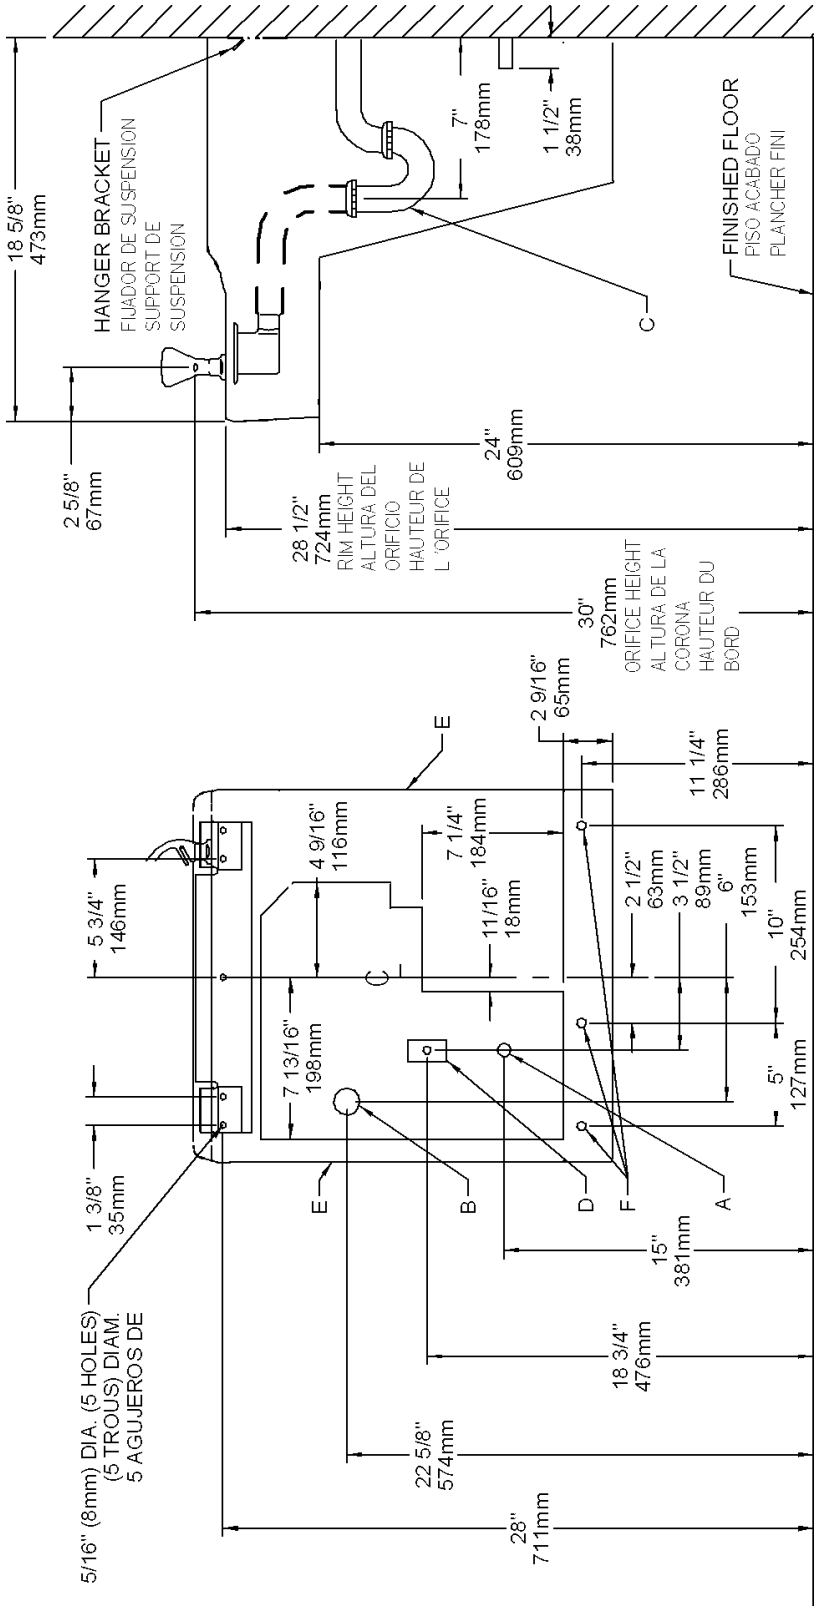

FIG. 2
- 1) Remove hanger bracket fastened to back of cooler by removing one (1) screw.
- 2) Mount the hanger bracket and trap as shown in Figure 2.
- 1) Quita gancho paréntesis abrochó para apoyar de más fresco quitando uno (1) tornillo.
- 2) Monta el paréntesis de gancho como mostrado en la Fig. 2.